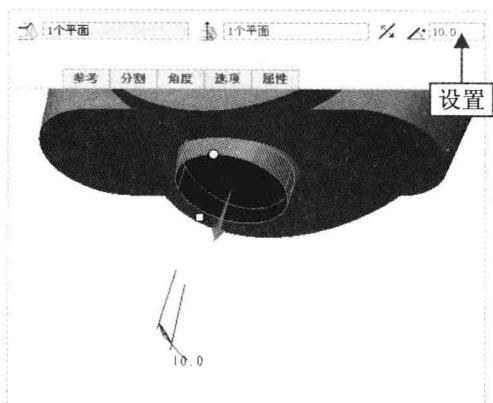

图 18-76 设置参数 2
Step 15 此时绘图区出现一个角度尺寸，在“拔模”选项卡的“角度 1”数值框中输入-10，按【Enter】键确认，如图 18-76 所示。